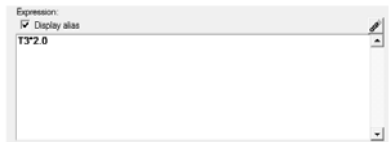

图 13-61 输入应力表达式
(1) 在 Results Browser 中的空白处单击右键，在弹出菜单中依次选择 Create > Derived Result。
(2) 在弹出对话框的 Label 中输入 Double Stress。
(3) 在 Table 中选择 Stress。
(4) 单击 Insert 按钮将该应力添加到表达式。
(5) 在 Expression 框中输入如图 13-61 所示。
(6) 单击 OK 按钮。
(7) 在 Results Browser 中依次展开文件夹 Results>